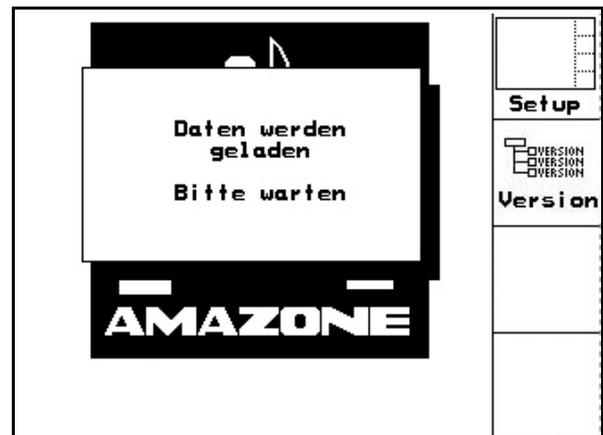

Fig. 12
- Con ordenador de máquina conectado aparece el Menú de Inicio (Fig. 12) con la versión del terminal. Luego de aprox. 2 segundos el **AMATRON+** salta automáticamente al Menú Principal.